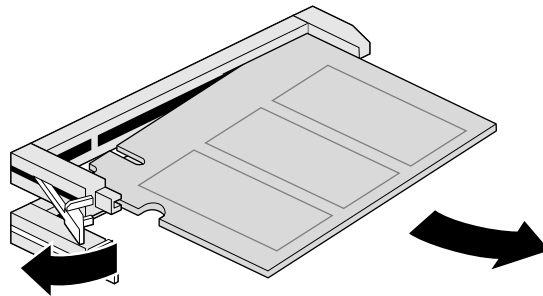

Abbildung 3-6 Deinstallieren eines DIMM-Modules
7. Zum Deinstallieren des DIMM-Moduls schieben Sie die Verriegelung wie in Abbildung 3-6 nach links und ziehen dann das DIMM-Modul aus dem Steckplatz.